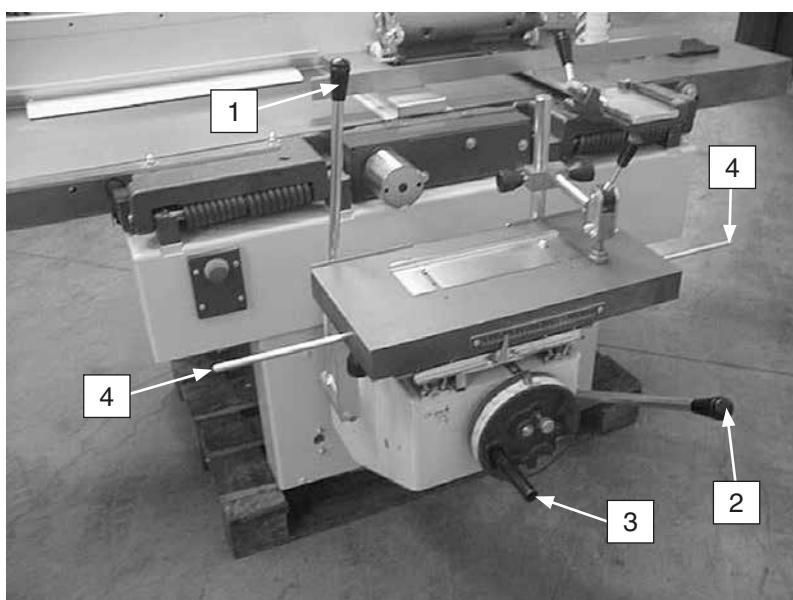

Fig.17
De diepteaanslag (fig.17 bis) wordt als volgt gebruikt : wanneer men klemhendel (5) losschroeft heeft men de beschikking over de volle diepte van 130 mm. De in te stellen dieptemaat kan afgelezen worden op de maatlat en dan moet klemhendel (5) vastgeschroefd worden.